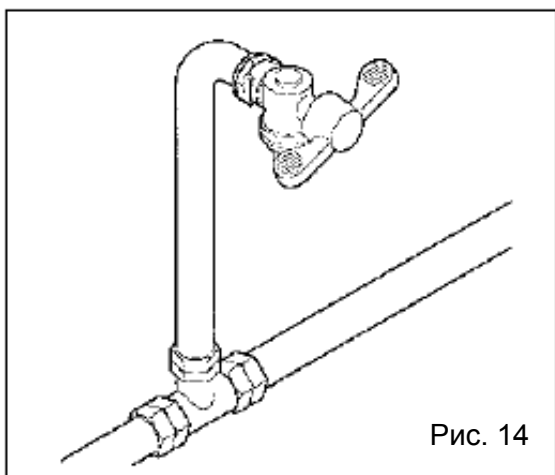

Рис. 14
- если кран еще не установлен – установите его в легкодоступном месте, чтобы при необходимости можно было отключать автомат от основного водопровода (рис. 14)